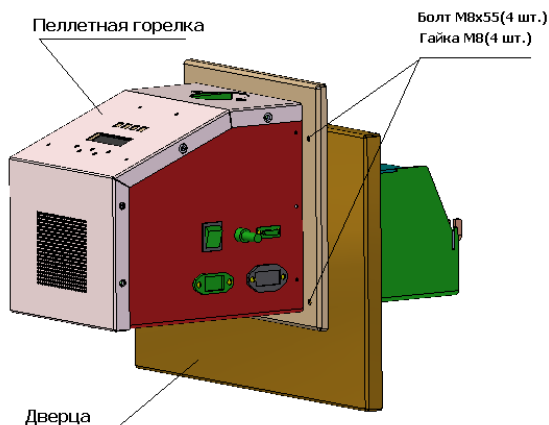

Рис.28 Дверца с пеллетной горелкой КОРІ 4/25
7.1.4 Демонтировать среднюю дверцу 3 (рис. 2), и заменить на дверцу из комплекта горелки КОРІ 4/25 или КОРІ 12/50 (см. табл.2) в сборе с горелкой (**рис.28**)